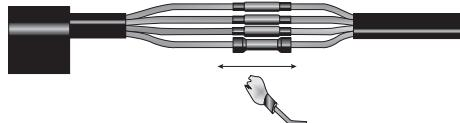

Рисунок 6
4.14 Усадить трубы, начиная от центра соединительных гильз (рисунок 6).